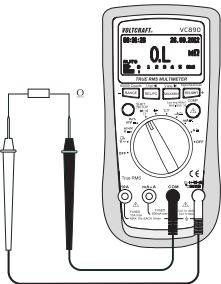

Fig. 5
2. Insérez le cordon de mesure rouge dans la douille de mesure  $\Omega$ CHzV $\Omega$  (7), le cordon de mesure noir dans la douille de mesure COM (8) (Fig. 5).